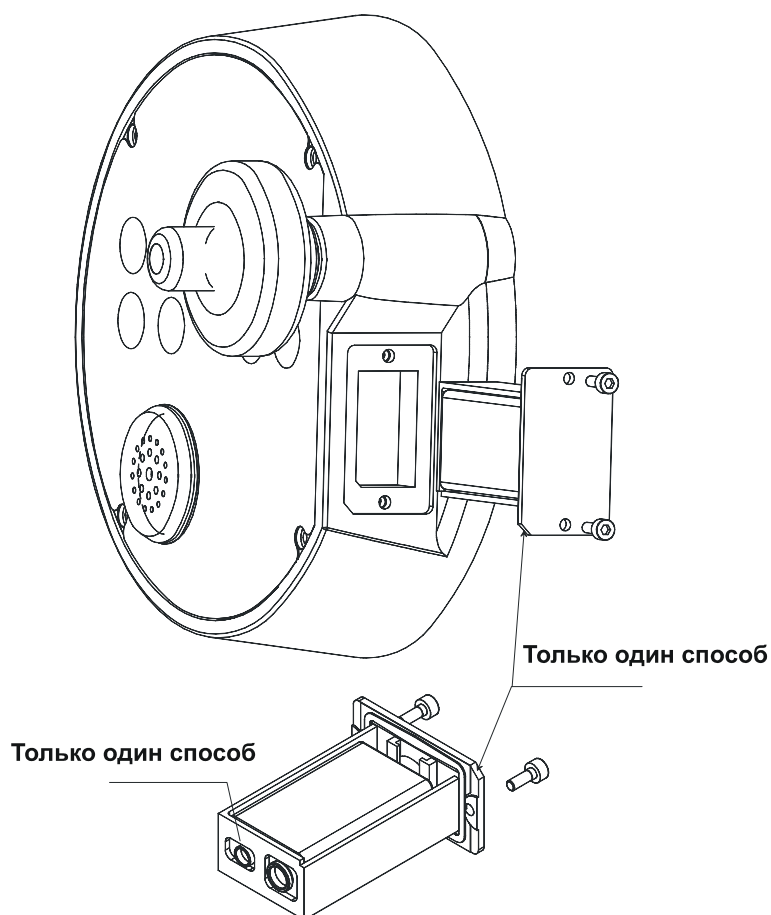
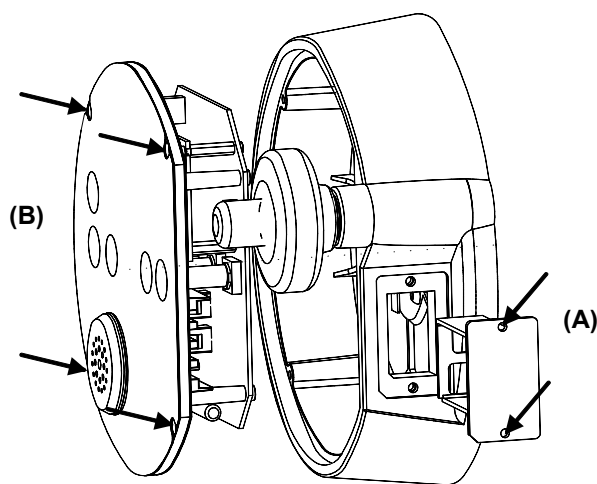

Рисунок 10-4
Рисунок 10-11
- Открутите 2 винта на пенале батареи, используя 2,5 мм шестигранный ключ Allen, который находится в переносной сумке. См. Рисунок 10-4.
- Замените батарею (только один способ). См Рисунок 10-4.
- Открутите 2 винта (A) на пенале батареи при помощи 2.5 мм Allen ключа и выньте его, как показано на Рисунке 10-11.
- Открутите 4 винта (B) на блоке дисплея при помощи 2.5 мм Allen ключа и осторожно отделите его от электронного блока, как показано на Рисунке 10-11.
- Отсоедините вилку ленты, компонент (C), как показано на Рисунке 10-6.
- Установите новый блок дисплея в электронный блок; закрепите 4 винта (B), см. Рисунок 10-11.
- Закрепите пенал батареи 2 винтами (A), см. Рисунок 10-11. См. Рисунок 10-4.